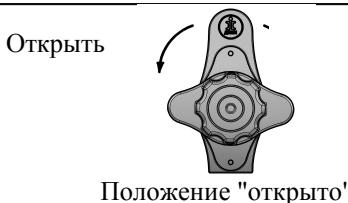

Рис. 28
6.4.1. Повернуть корпус фиксатора на замке стойки против часовой стрелки в положение "открыто" (см. рис. 28), приподнять основание стола вверх (см. рис. 28а, 29), вытащить замок стойки, поднять (опустить) основание стола до нужной высоты, совместив пазы в кожухе и стойке, вставить замок стойки в совмещенные пазы стойки с кожухом, опустить основание стола до упора, повернуть корпус фиксатора по часовой стрелке в положение "закрыто" (см. рис. 28). **Регулировку стола следует производить одновременно с двух сторон.**
Рис. 28а